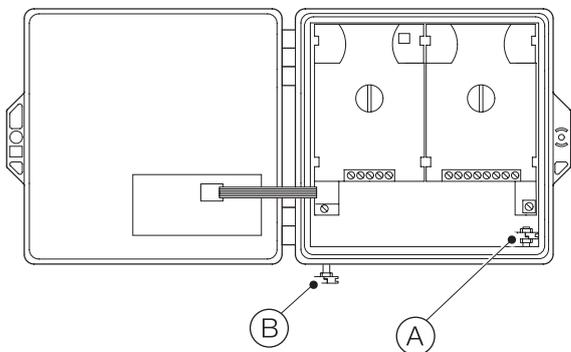

Abbildung 9 AWT210 Erdanschlüsse
Unter Bezugnahme auf Abbildung 9, werden Erdungsanschlüsse intern (A) und extern (B) bereitgestellt.